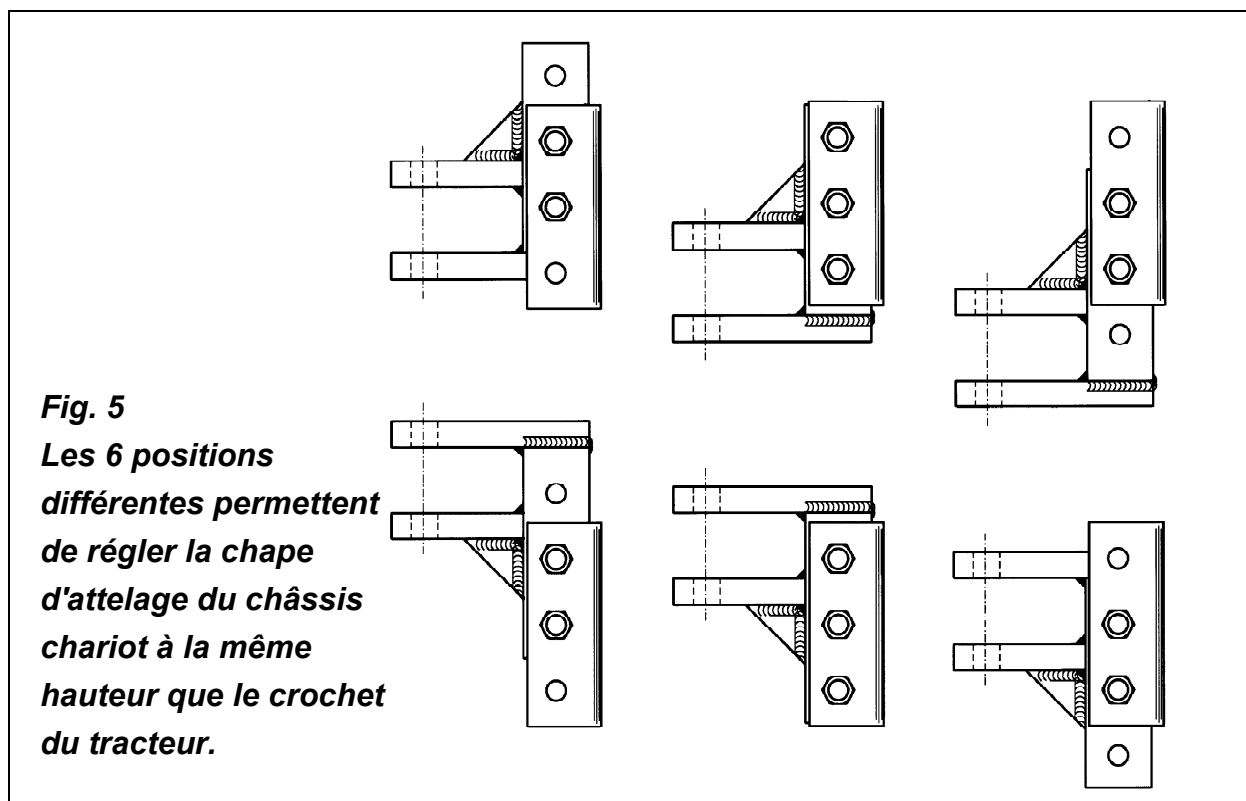

Fig. 5
1. rapprocher le tracteur en marche arrière vers la tondeuse de façon à pouvoir introduire le crochet sur la chape d'attelage réglable du timon de la tondeuse. Cette chape permet de régler la hauteur d'attelage du timon et de contrôler le niveau du châssis. Elle est réglable en 6 différentes positions, 3 quand elle est tournée vers le bas et 3 quand elle est tournée vers le haut, pour s'adapter à la hauteur du crochet du tracteur (**voir fig. 5**). S'assurer d'utiliser un pivot solide pour fixer la plaque au crochet du tracteur⁷.
Avant de commencer le travail, s'assurer que les deux pivots des trois unités soient dans la même position. Dans le cas contraire il est nécessaire de régler le nivellement du châssis chariot en changeant la hauteur d'attelage du timon au tracteur (**voir fig. 5**) dans une des 6 positions prévues sur la plaque de réglage du timon¹².